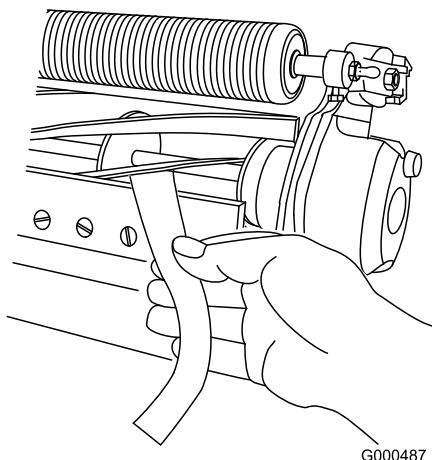

Bild 11
3. Führen Sie an einer Seite der Spindel einen langen Streifen Papier zwischen der Spindel und dem Untermesser ein (Bild 11). Drehen Sie die Einstellschraube des Untermesserträgers, während Sie die Spindel langsam vorwärts drehen, nach rechts (am selben Ende der Spindel), jeweils um einen Klick, bis das Papier fest gehalten wird, wenn Sie es von vorne parallel zum Untermesser einführen. Wenn das Papier gezogen wird, sollten Sie einen leichten Widerstand spüren.
5. Vergewissern Sie sich nach dieser Einstellung, dass die Spindel Papier einklemmen kann, das von vorne eingeführt wird, und Papier schneiden kann, das senkrecht zum Untermesser eingeführt wird (Bild 11). Papier müsste sich mit minimalem Kontakt zwischen Untermesser und Spindelmessern schneiden lassen. Wenn der Spindelwiderstand zu hoch ist, müssen Sie das Mähwerk läppen oder fräsen, um die für genaues Schneiden erforderlichen scharfen Kanten zu erhalten (weitere Informationen finden Sie in der Toro Bedienungsanleitung für das Schärfen der Spindel).